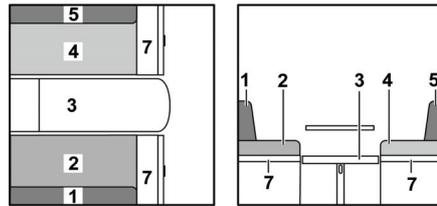

Bild 135 Während des Umbaus
- Sitzbankverlängerung (Bild 135,7) nach oben klappen und mit Klappe verkeilen.